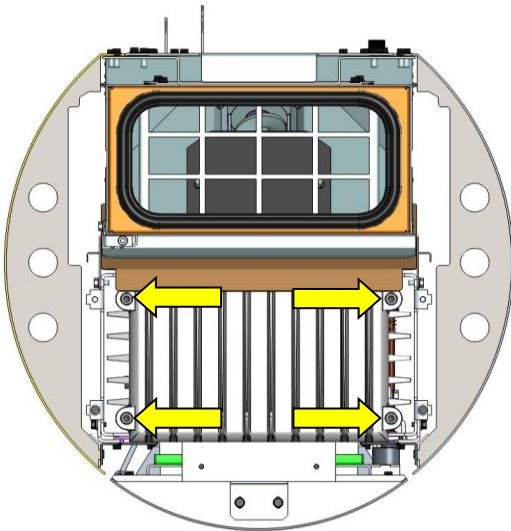

Fig. 50: démontage du couvercle en fonte Montreal.nrg
2. Dévisser les quatre vis de fixation du couvercle en fonte et retirer le couvercle vers le haut (Fig. 50).